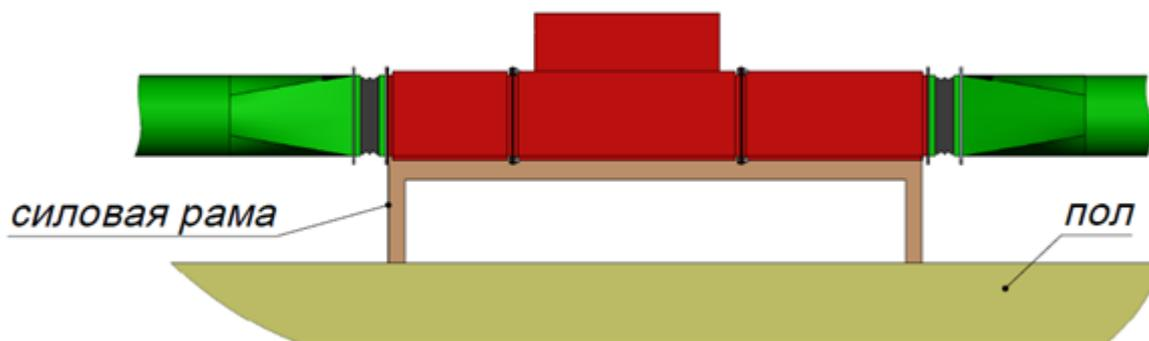

Рис. 3. Установка Газоконвертора на пол на силовую раму
- На силовую раму на пол (Рис. 3)